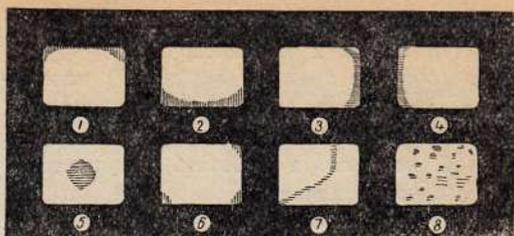

Рис. 3. Появление теней на экране
Появление теней на экране (рис. 3) объясняется тем, что источник света неправильно установлен. В случаях, показанных на рисунке под № 1, 2, 3, 4, лампу нужно переместить. При тенях сверху (1) лампу надо поднять, при тенях снизу (2) — опустить, при тенях сбоку — сместить соответственно вправо (3) или влево (4).